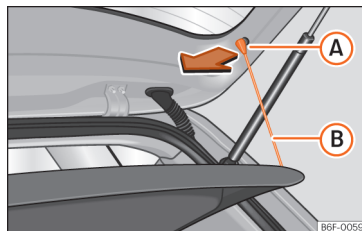

Fig. 174 Al maleters: desmuntar i muntar la safata.
» » » **fig. 174** **B** dels allotjaments **A**.
- Enganxeu els tirants de subjectació » » » **fig. 174**